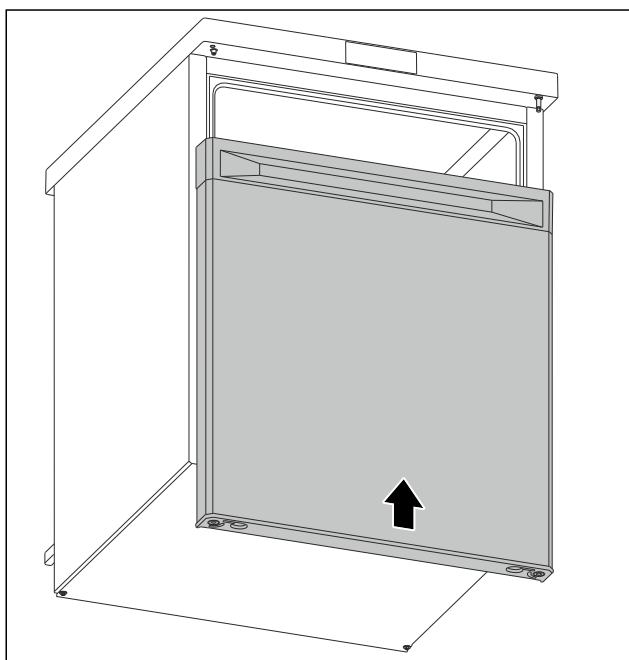

Fig. 15
- V zavřeném stavu nasad'te dvířka na horní čep. (viz Fig. 15)